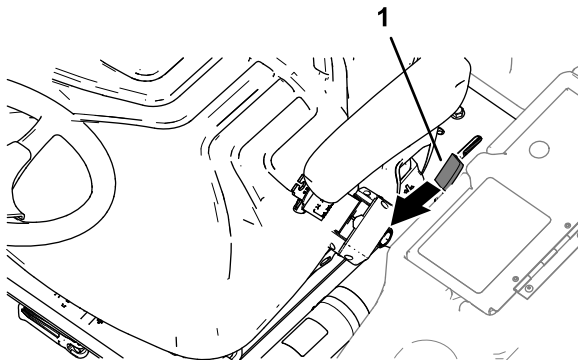

Bild 51
1. Bewegen Sie den Sperrriegelgriff der Plattform (Bild 51) zur Vorderseite der Maschine, bis die Sperrhaken die Sperrstange freigeben.